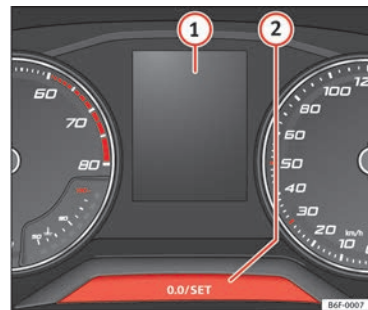

Bild 48 Instrumentpanel
Serviceintervallindikeringen visas på instrumentpanelens display » bild 48 ①.